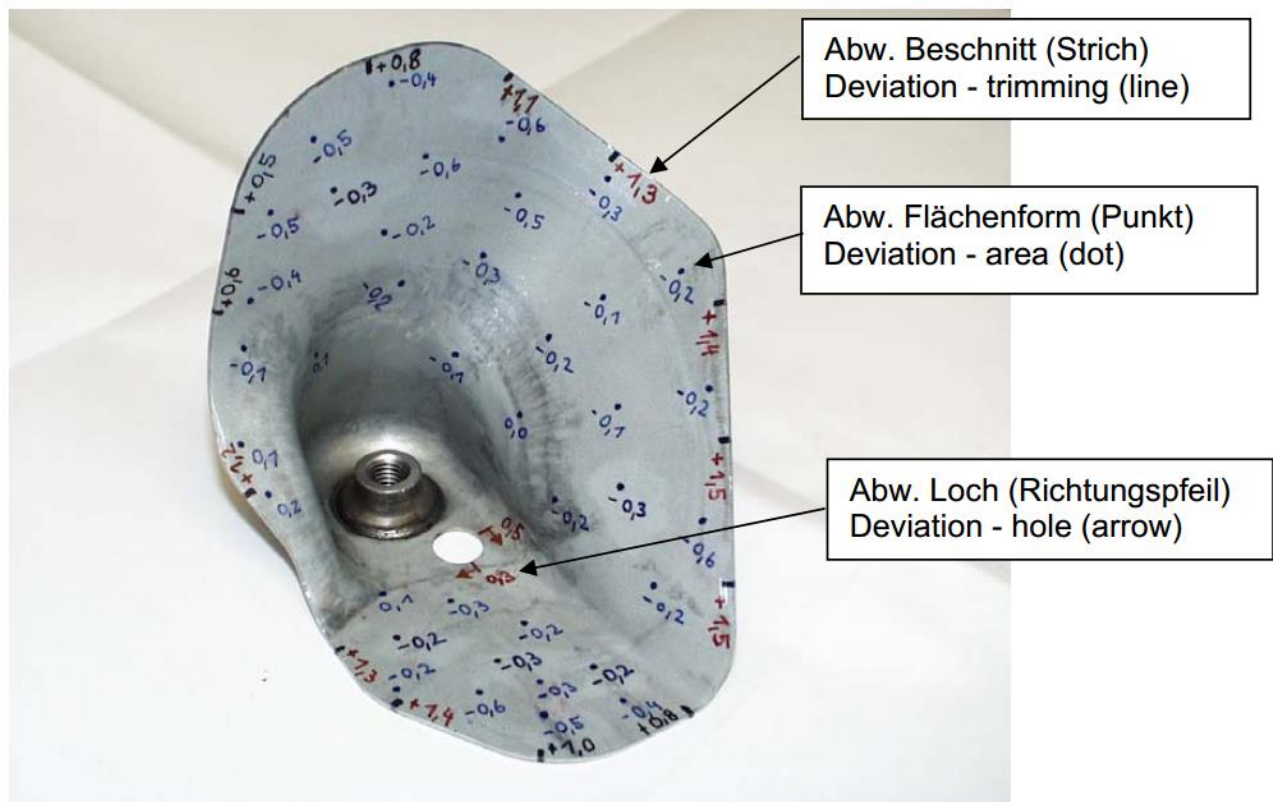

Abbildung 1: Beispiel zur Einzelteilbeschriftung
- sonstige Merkmale, z.B. Löcher mit Pfeilen in Richtung der Abweichung zu kennzeichnen (vgl. Abb.1).